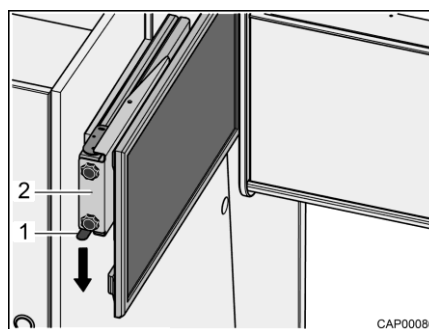

Bild 34 Utdrag med platt bildskärm
- Tryck låsfjädern (Bild 34,1) nedåt och dra ut utdraget (Bild 34,2) med den platta bildskärmen vågrätt i riktning mot fordonets mitt.
- Skjut in utdraget (Bild 34,2) med den platta bildskärmen vågrätt fram till anslaget. Låsfjädern (Bild 34,1) hakar fast hörbart.